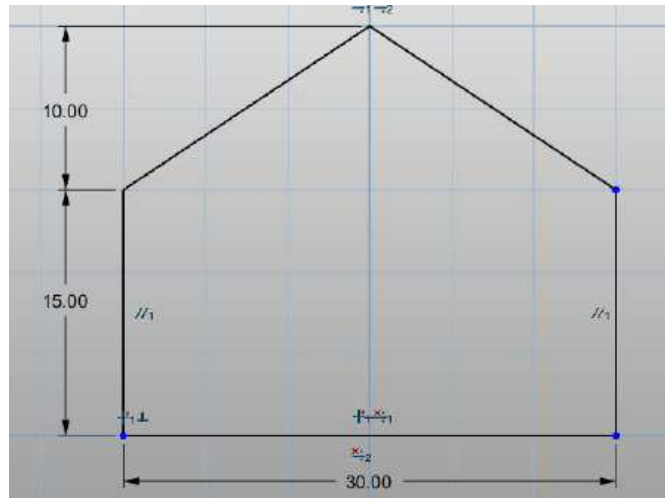

图 1-1
Step 1 根据网格特性，绘制如下图形。先利用  矩形命令绘制一个 15*30 的矩形，利用直线命令  绘制高为 10 的两条斜边，如下图 1-1 所示：